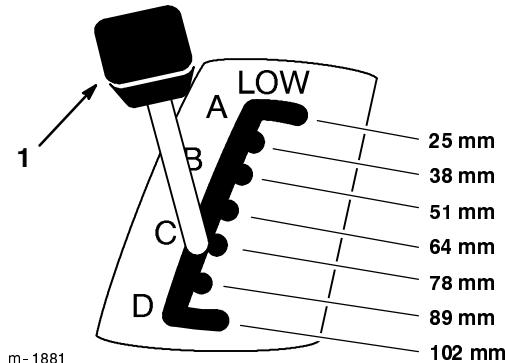

Figure 5
- Tirez le levier de hauteur de coupe (relevage du plateau de coupe) et sélectionnez la position souhaitée (Fig. 5).